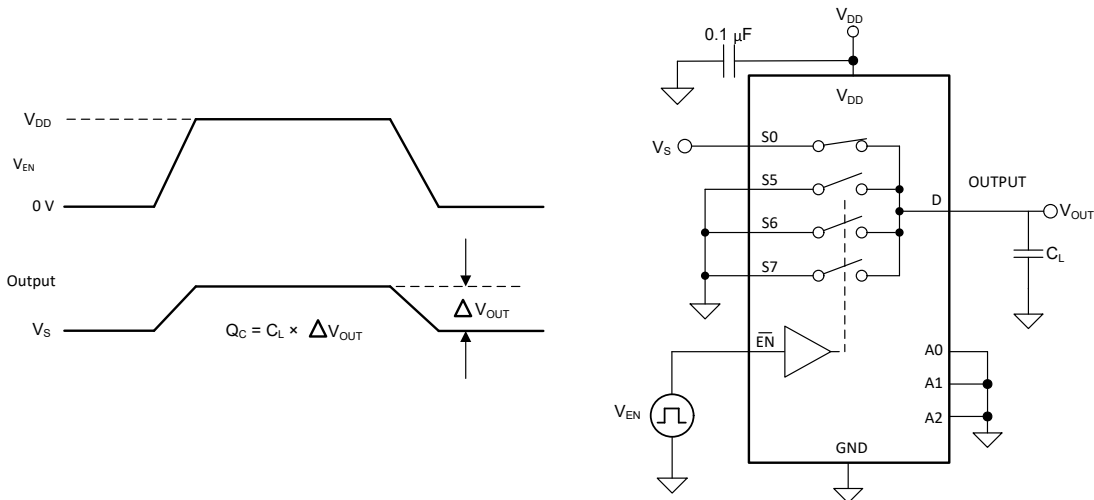

図 6-8. 電荷注入測定時の設定
NMOS トランジスタと PMOS トランジスタの間で容量の不一致がある場合、ゲート信号の立ち下がりエッジまたは立ち上がりエッジにおいて、ドレインまたはソースに電荷が注入されます。デバイスのソースまたはドレインに注入される電荷の量を電荷注入と呼び、 Q_C という記号で表します。図 6-8 に、ソース (Sx) からドレイン (D) に向けた電荷注入の測定に使用する構成を示します。